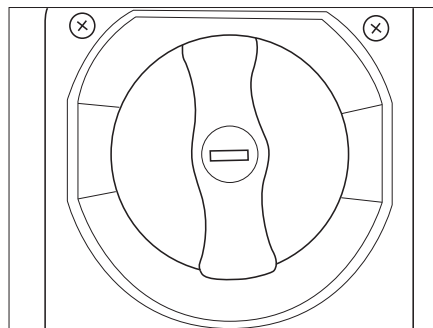

Fig. 72 Apertura di riempimento del serbatoio dell'acqua potabile
- Riempire il serbatoio dell'acqua potabile con un tubo adatto o una tanica attraverso l'apposita apertura di riempimento (Fig. 72).